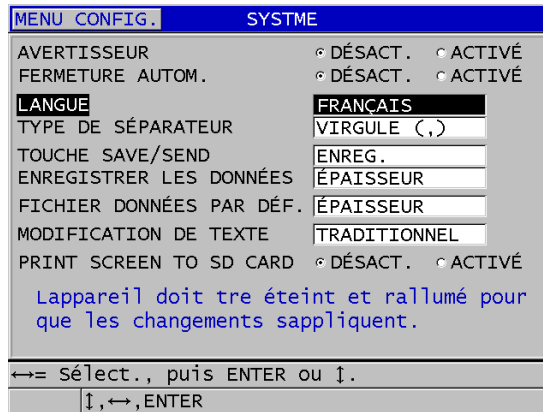

Figure 4-1 Sélection de la langue de l'interface utilisateur
3. Dans l'écran **SYSTÈME**, faites ce qui suit (voir la Figure 4-1 à la page 62) :